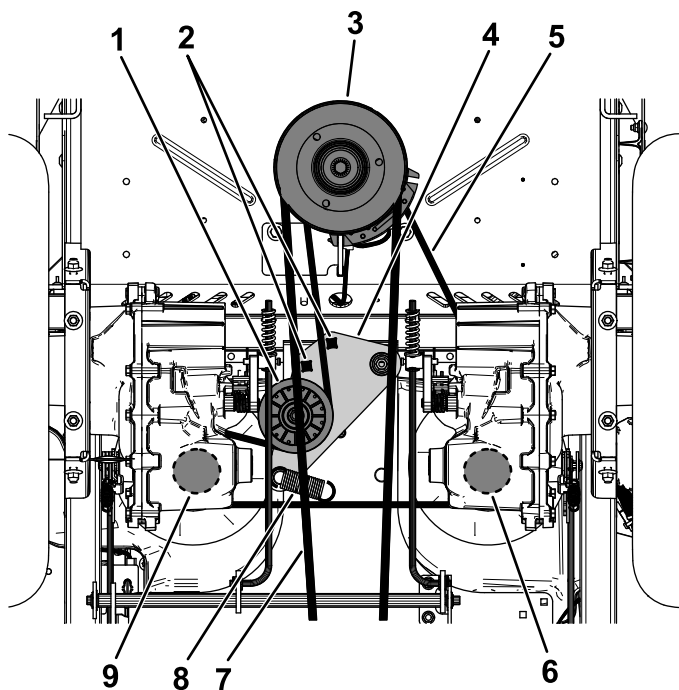

Figura 67
5. Folosiți o cheie cu clichet de 1/2" sau o bară de forță în unul din orificiile pătrate ale braului rolei de ghidare pentru a elimina tensiunea arcului rolei de ghidare (Figura 67).
6. Îndepărtați curea existentă de pe fulia rolei de ghidare, de pe cele 2 fulii de acționare a pompei hidraulice și de la fulia motorului (Figura 67).
7. Montați curea nouă în jurul fuliei rolei de ghidare, fuliei motorului și în jurul celor 2 fulii ale pompei hidraulice (Figura 67).